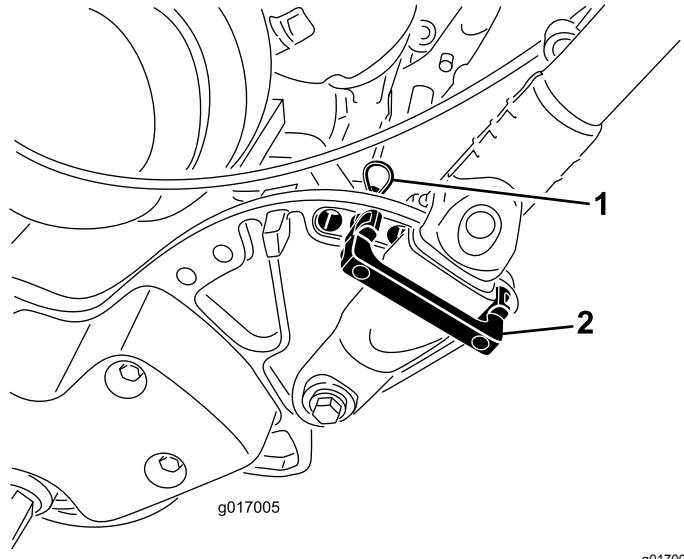

Figure 8
1. Soutenez le guidon et retirez les serre-câbles qui retiennent les manchons de serrage du guidon sur les plaques latérales (Figure 8).
2. Faites pivoter le guidon à la position d'utilisation voulue, puis placez un dispositif de maintien sur le manchon de serrage du guidon et dans les trous correspondants de la plaque latérale (Figure 8).
3. Fixez le manchon avec une goupille fendue (Figure 8).